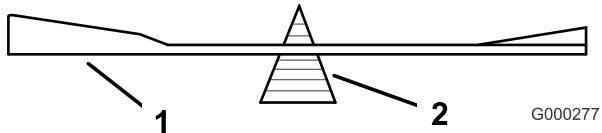

図 22
2. ブレードバランス図22を使ってバランスを調べる。ブレードが水平に停止すればバランスがとれているからそのまま使用してよい。もし傾くようなら、重い方の裏面を少し削って調整する図23。バランスがとれるまで調整する。